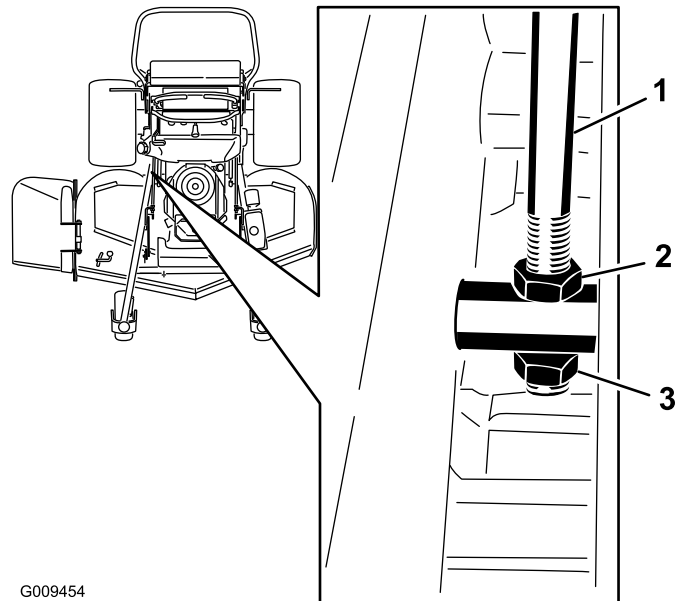

Figure 83
- Si ce n'est pas le cas, localisez la tige de réglage de hauteur de coupe sur le côté droit de la machine (Figure 83).
- Desserrez l'écrou de blocage et ajustez l'écrou de réglage jusqu'à ce obtenir 7,6 cm (3") à la pointe des lames (Figure 83).
- Lorsque le réglage est correct, serrez l'écrou de blocage (Figure 83).